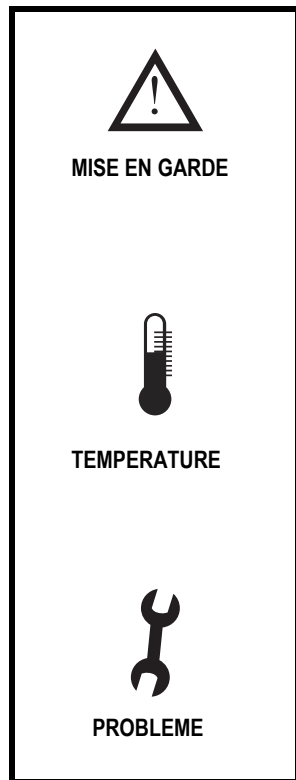

Figure 5. Types de problèmes
- **Mise en garde:** Alerte sur des conditions qui peuvent affecter le fonctionnement ou la performance du fauteuil. **Voir la figure 5.**
- **Température:** Vous alerte de conditions de température élevée des composantes internes de votre fauteuil motorisé qui pourraient en affecter le fonctionnement et/ou la performance. **Voir la figure 5.**
- **Problème:** Alerte sur des conditions qui affectent le fonctionnement ou la performance du fauteuil. **Voir la figure 5.**